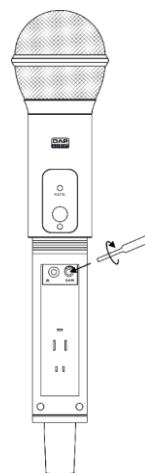

Fig. 09
- 02) Utilice el **destornillador de plástico (43)** incluido para establecer la sensibilidad de entrada del transmisor (Fig. 09).